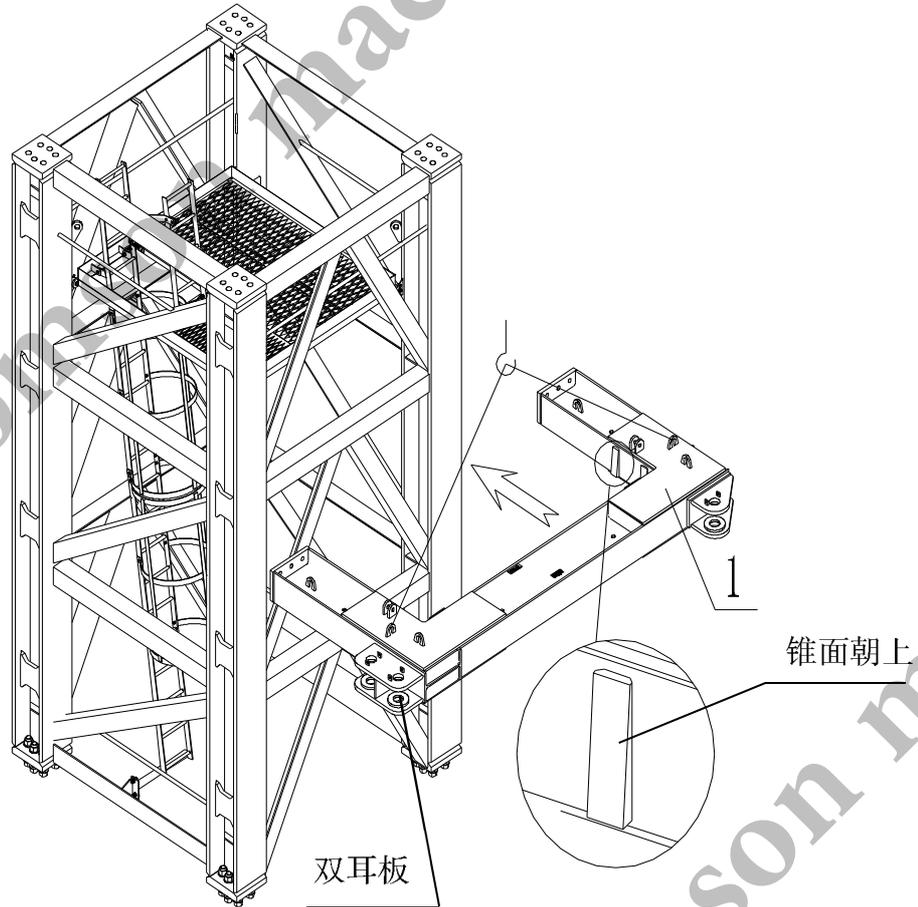

图 7.4-1
- a. 将附着梁半梁(1)锥面朝上吊至塔身锚固点最近点；半梁中心在引进梁侧；半梁双耳板朝向建筑物，严禁反装，见图 7.4-1。